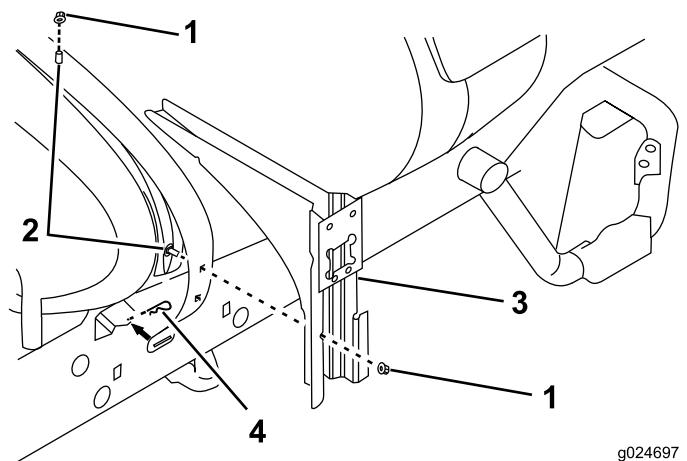

Bild 10
- Setzen Sie zwei Schlossschrauben in den rechten Behälterriemen ein (Bild 10).
- Befestigen Sie die Ventilhalterung mit zwei Bundmuttern an den vorher eingesetzten Schlossschrauben (Bild 10).